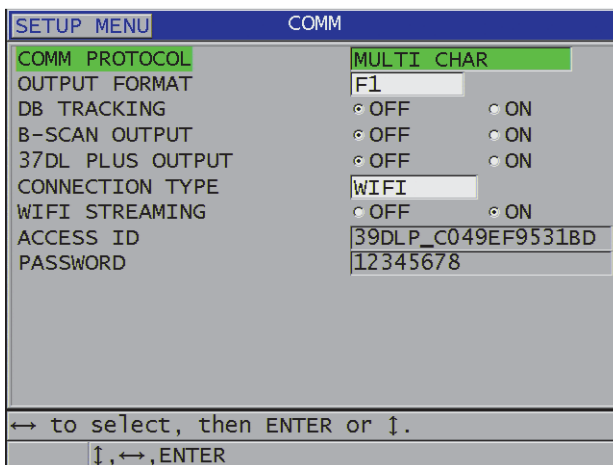

Abbildung 14-5 WLAN konfigurieren
4. Stellen Sie im Fenster **COMM** den Parameter **STECKER** auf **USB** ein (siehe Abbildung 14-5 auf Seite 284).